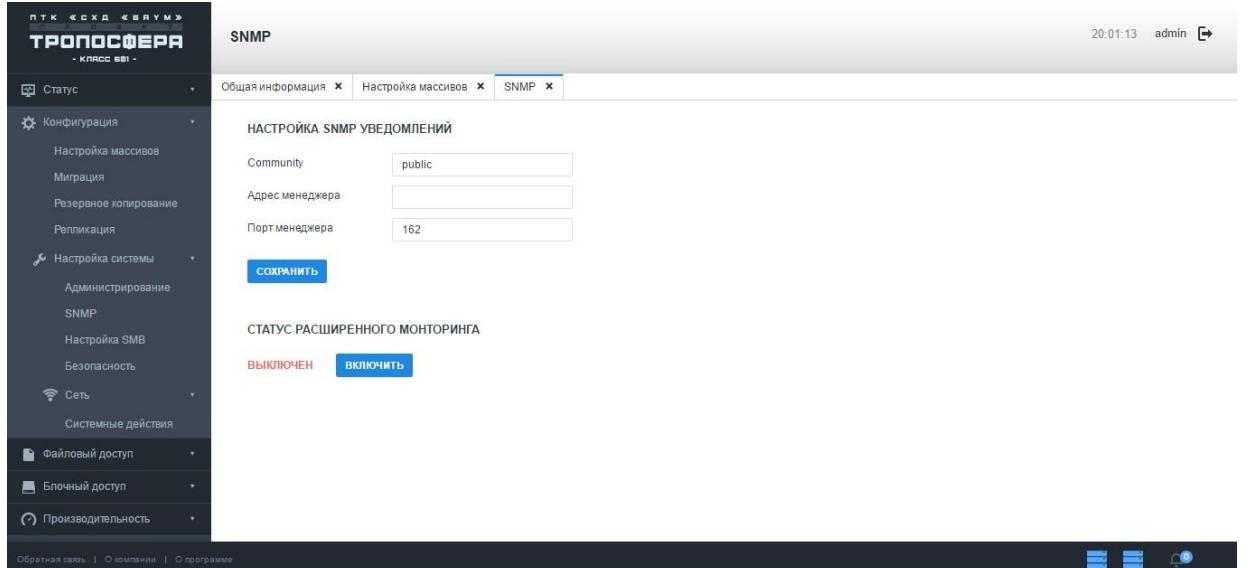

Рисунок 15 – Настройка SNMP уведомлений
- 3) Нажать на кнопку «Сохранить» (см. Рисунок 15).